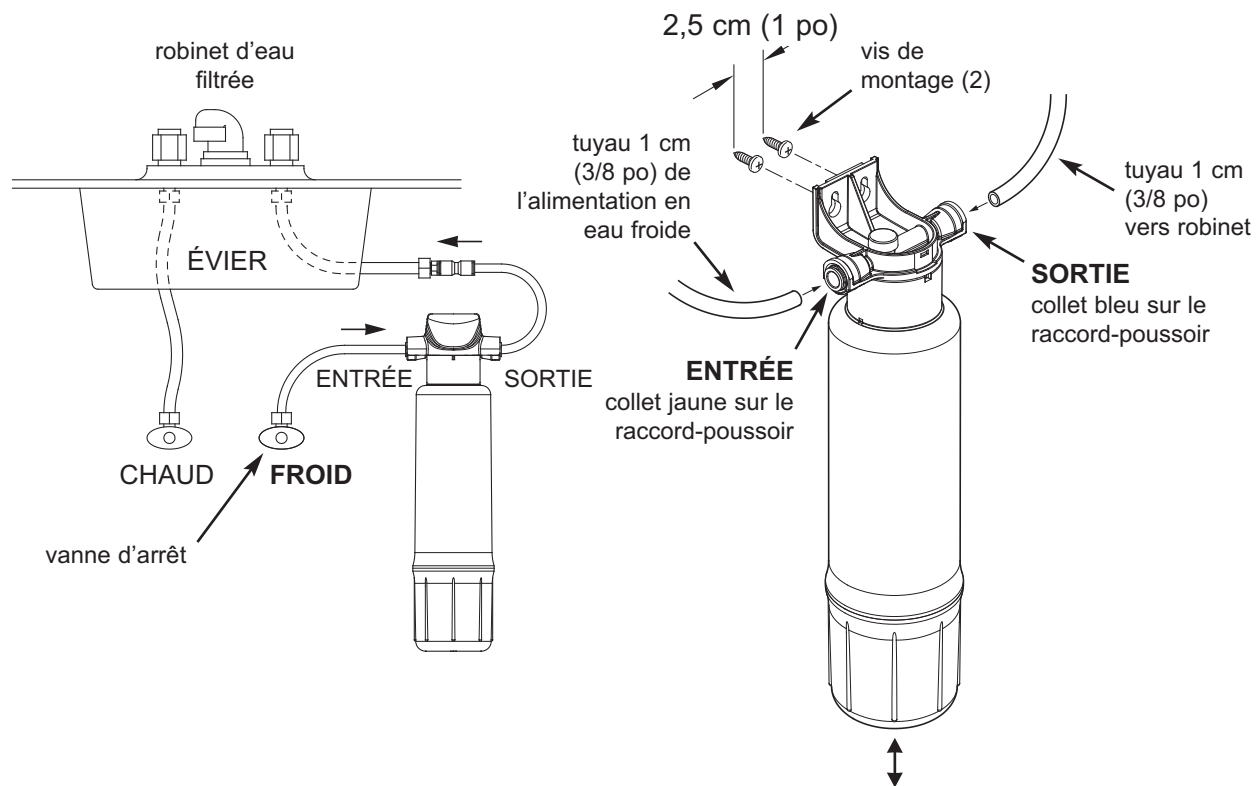

FIG. 2
1. Prenez l'autre tuyau de 1 cm (3/8 po) fourni. Dirigez-le depuis le raccord-union jusqu'à la sortie du système de filtration (cf. Figures 2 et 3). Mesurez et coupez la longueur appropriée de tuyau (prévoir un peu de jeu). Coupez chaque extrémité du tuyau à angle droit.